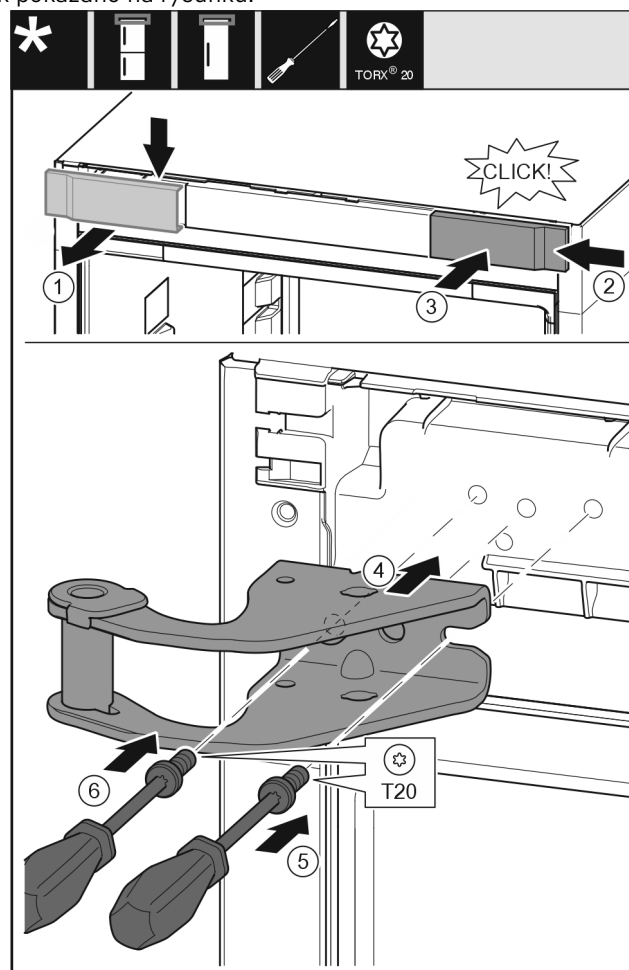

Fig. 31
- ▶ Wyjąć ostonę od góry do przodu. Fig. 31 (1)
- ▶ Ostonę obróconą o 180° założyć z drugiej strony od prawej. Fig. 31 (2)
- ▶ Założyć ostonę. Fig. 31 (3)
- ▶ Założyć górną płytkę zawiasu. Fig. 31 (4)
- ▶ Śrubę założyć przy pomocy śrubokręta T20 i mocno dokręcić. Fig. 31 (5)
- ▶ Śrubę założyć przy pomocy śrubokręta T20 i mocno dokręcić. Fig. 31 (6)